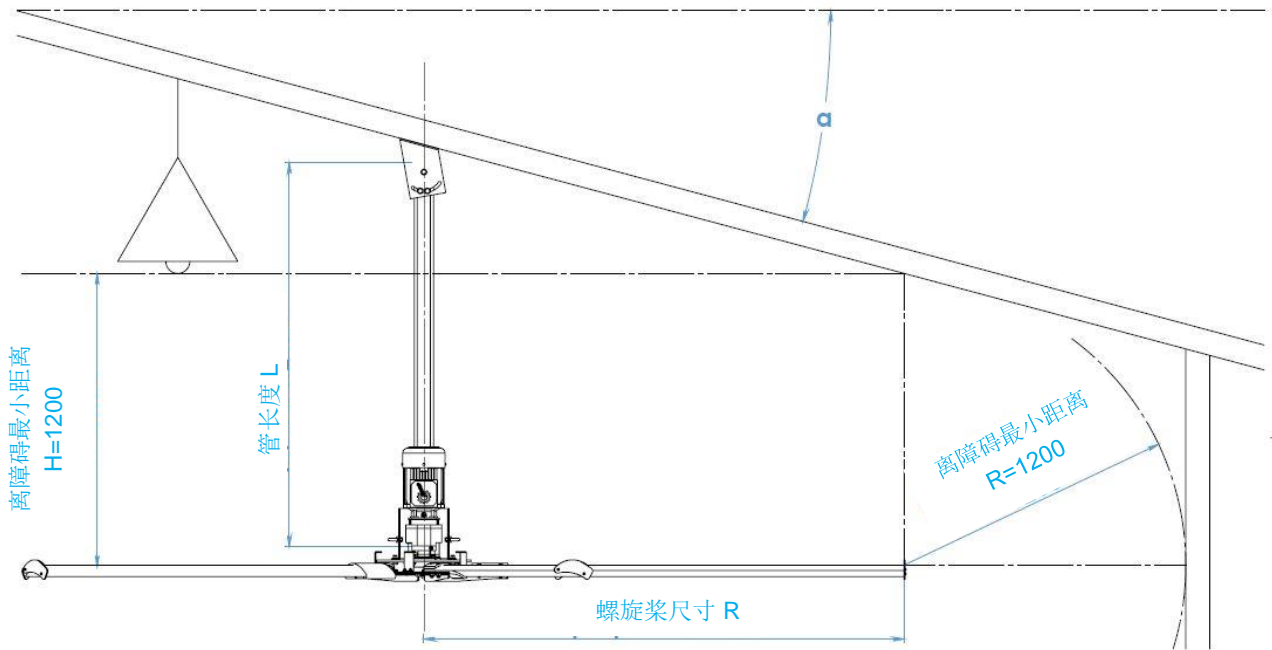

图 7
- 有关风扇的最小距离的更多信息，请参阅第5.4章的图 7。